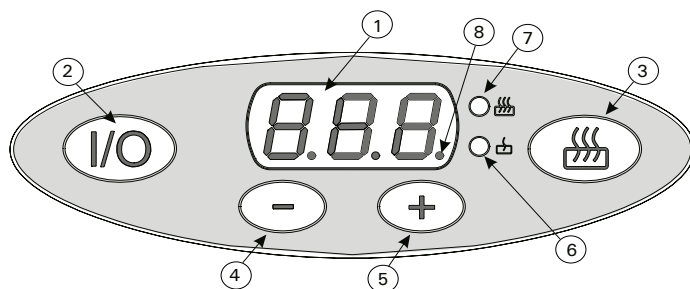

Рис. 2. Панель управления
Когда каменка включается на полную мощность (HI) с помощью кнопки управления, температура каменки устанавливается на уровне 300 °C. Это значение температуры нельзя задать с помощью кнопок регулировки температуры 4 и 5 (рис. 2). Если крышка каменки закрыта, когда каменка работает на полную мощность, то заданная температура в пространстве для камней (300 °C) достигается быстрее.
Чтобы включить каменку, нажмите кнопку **I/O**. При подключении питания к нагревательным элементам на дисплей выводится сообщение **LO** (питание в режиме ожидания), за которым следует число, обозначающее текущую температуру пространства для камней (например, 24). Кроме того, горит лампа индикатора (рис. 2). Температуру в пространстве для камней можно задать с помощью кнопки **+** (5, рис. 2); максимальное значение — 280 градусов по Цельсию. Кнопка «минус» (4, рис. 2) используется для снижения слишком высокой заданной температуры (мин. 220 °C).
Потребление каменной электрической энергии можно отслеживать с помощью индикатора 8 (рис. 2). См. раздел «Дисплей».
Чтобы включить режим полной мощности, нажмите один раз управляющую кнопку 3 (рис. 2). На дисплее 1 (рис. 2) показывается, что используется состояние **HI** (= режим полной мощности). Через некоторое время на дисплее появится текущее значение температуры в пространстве для камней. В состоянии **HI** температура в пространстве для камней растет до заданного значения